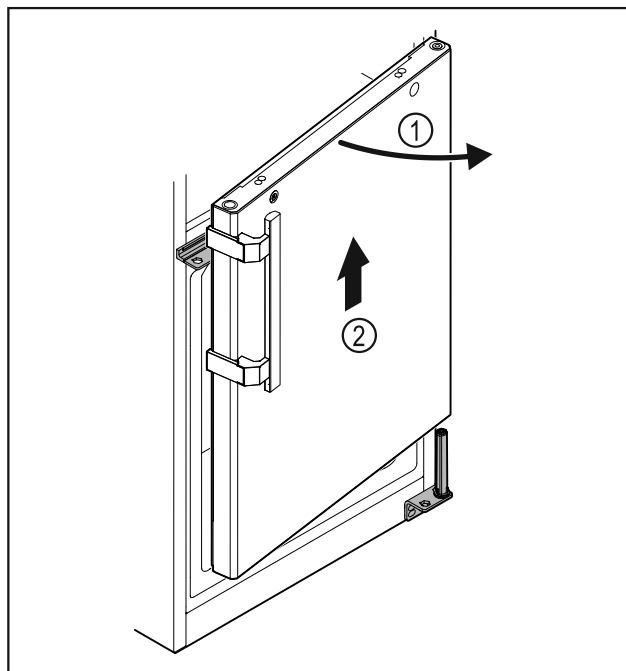

Fig. 28
- ▶ Lagano otvorite vrata Fig. 28 (1), dignite ih cca 200 mm ravno prema gore i skinite Fig. 28 (2).